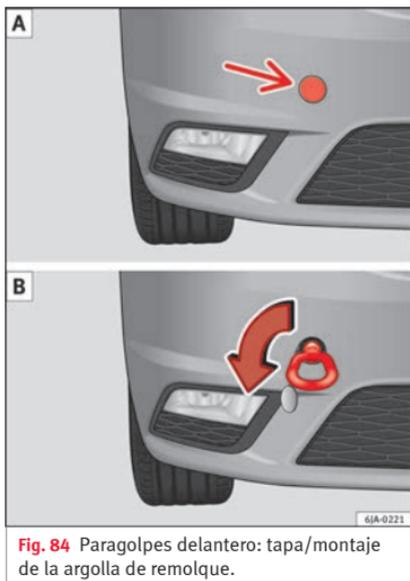

Fig. 84 Paragolpes delantero: tapa/montaje de la argolla de remolque.
- Haga presión en la zona izquierda de la tapa en el lugar de la flecha »» **fig. 84** **A**.
- Enroscar la argolla de remolque a mano girándola hacia la izquierda hasta el tope »» **fig. 84** **B**.